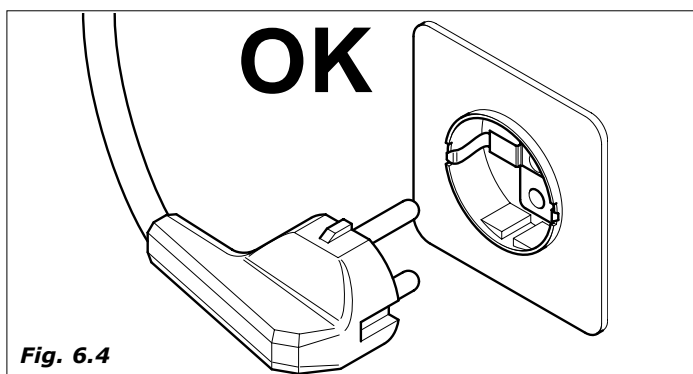

Fig. 6.4
- El distribuidor está dotado de un cable de alimentación H05VV-F 3x1,5 mm² , con clavija SCHUKO.(Fig.6.4).